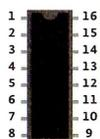

Fig. 1
Puoi accedere al circuito contenuto nel circuito integrato attraverso i piedini che escono dai lati. Circuiti integrati diversi hanno un diverso numero di piedini e non tutti sono utilizzati in ogni circuito. A volte è conveniente riferirsi ai piedini per numero piuttosto che con la funzione. Guardando un circuito integrato, la parte con la tacca è la parte in alto. Puoi identificare i numeri dei piedini contando dall'alto a sinistra in senso antiorario come in Fig. 1.
- 6 Il ponte H si alimenta dal piedino 16 (vedi Fig. 1); collegalo a 5V. I piedini 4 e 5 vanno entrambi a massa.